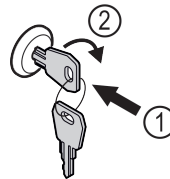

Fig. 73 Beispielhafte Darstellung
- ▶ Schlüssel hineindrücken Fig. 73 (1).
- ▶ Schlüssel um 90° im Uhrzeigersinn drehen Fig. 73 (2).